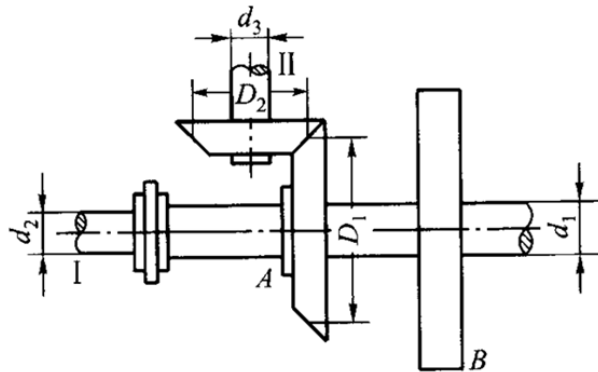

图 6
2. (20分) 图 6 所示 AB 轴的转速 $n = 120 \text{ r/min}$, 从 B 轮输入功率 $P = 44.13 \text{ kW}$, 功率的一半通过锥形齿轮传给垂直轴 II, 另一半由水平轴 I 输出。已知 $D_1 = 600\text{mm}$, $D_2 = 240\text{mm}$, $d_1 = 100\text{mm}$, $d_2 = 80\text{mm}$, $d_3 = 60\text{mm}$, $[\tau] = 20\text{MPa}$ 。试对各轴进行强度校核。